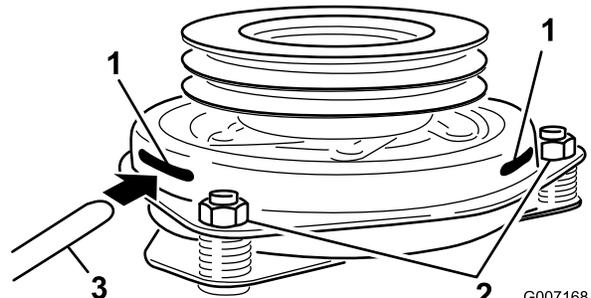

Figura 56
- che si trovi tra le superfici di frizione dell'indotto e del rotore (Figura 56).
10. Stringete i dadi di bloccaggio fino a fissare leggermente lo spessimetro facendo però in modo di poterlo muovere facilmente all'interno del traferro (Figura 56).